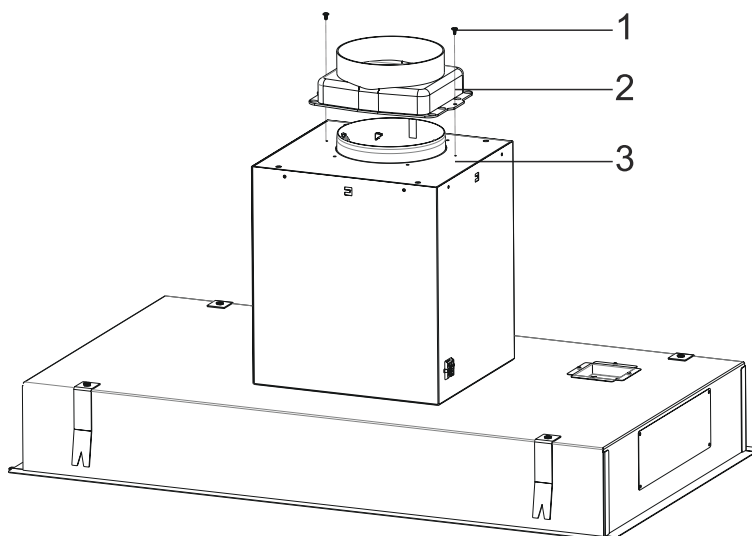

Fig. 7
**1.** ▶ Montera Ø150mm utsugsadapter med returspjäll på motorkabinettet med 2 x 3,5x9,5 skruvar (Fig. 7).